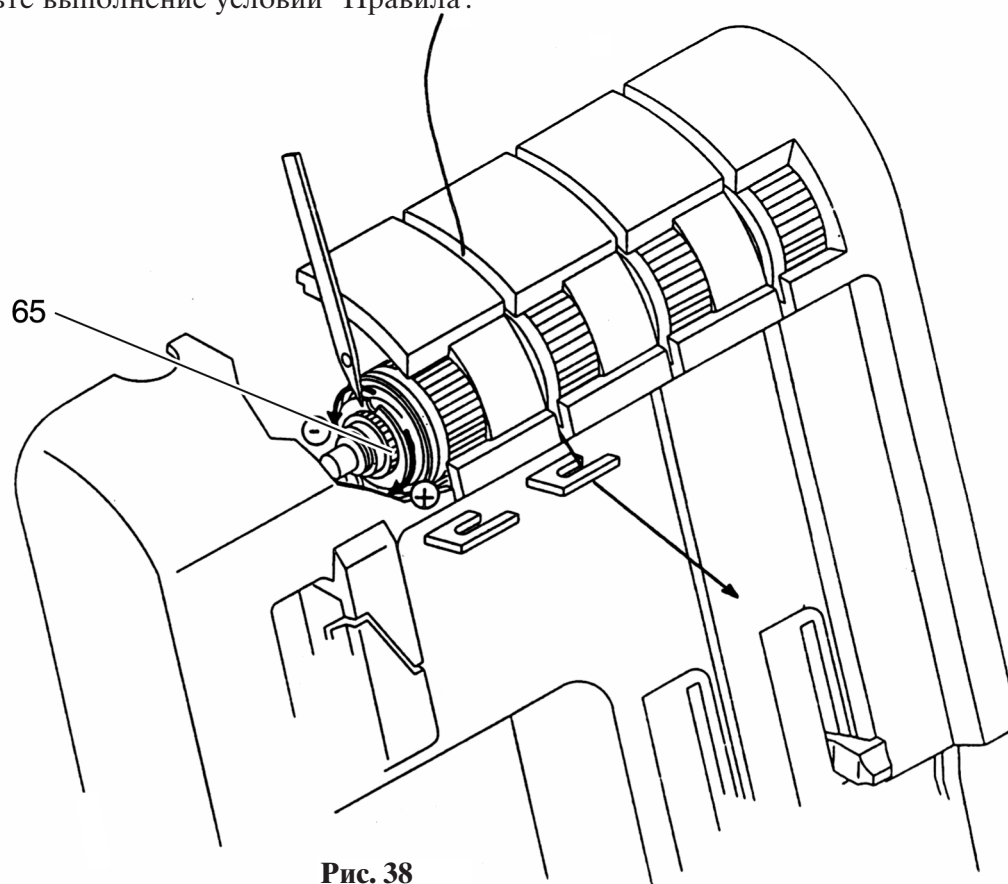

Рис. 38
- Пользуясь иголкой, слегка поверните гайку с накаткой 65 в сторону (+) или (-) в зависимости от того, нужно ли увеличивать или уменьшать натяжение (рис. 38).